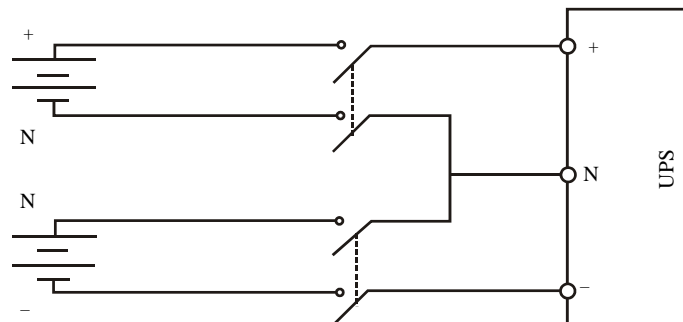

图6-3 电池、电池开关和 UPS 的接线图（电池端四线连接）
1. 当外置电池配置成正、负组独立配线时（即从电池端引出 4 根线），对于 UPS，由于额定电流的限制，推荐使用一个 4P 塑壳直流断路器（断路器直流额定电压要满足单极 250Vdc/两极 500Vdc/三极 750Vdc，额定极限短路分断容量为 35kA）或两个 2P 塑壳直流断路器（单个断路器直流额定电压要满足单极 250Vdc/两极 500Vdc，额定极限短路分断容量为 35kA）。电池、电池开关和 UPS 之间的连接参照图 6-3。